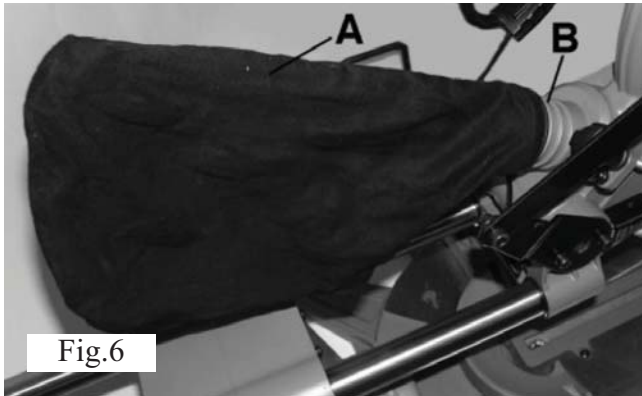

Fig.6
Sågspånspåsen (A) fig. 6 passar över sågspånsutkastet (B) på baksidan av såghuvudet. Töm påsen när den är fylld till hälften för att få bättre luftglöde genom påsen.